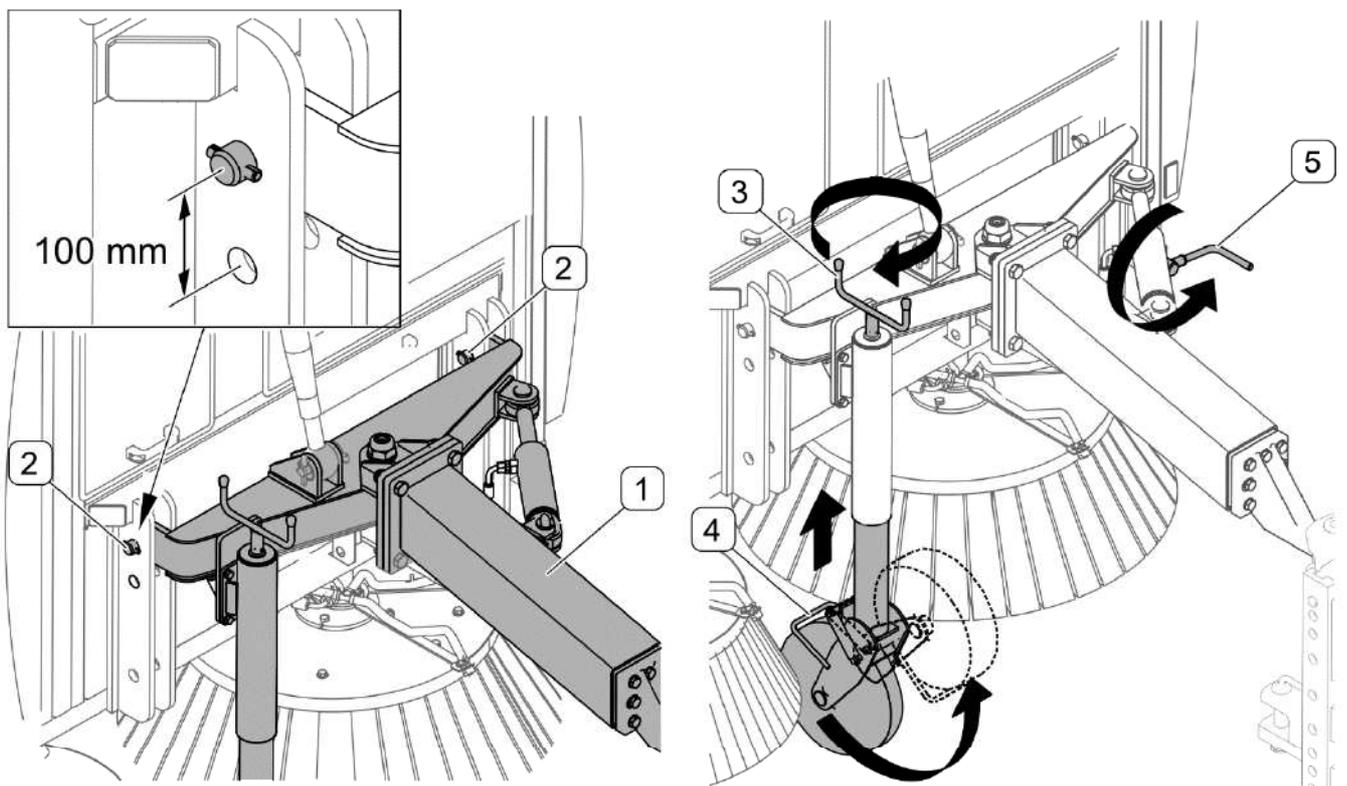

FIGURE 4.1 L'attelage de la balayeuse au tracteur
La balayuse est équipée d'attelage avec le timon à hauteur réglable. Pour modifier la hauteur du timon de la balayuse, il convient de régler la hauteur d'attelage dans les orifices du châssis en tenant compte de l'emplacement de l'attelage dans le tracteur et des possibilités de réglage de son hauteur, mais aussi de possibilité de raccordement de l'arbre articulé télescopique. Si besoin, sortir les boulons (1) et changer l'orifice de fixation pour une plus basse ou une plus haute (FIGURE 4.1)